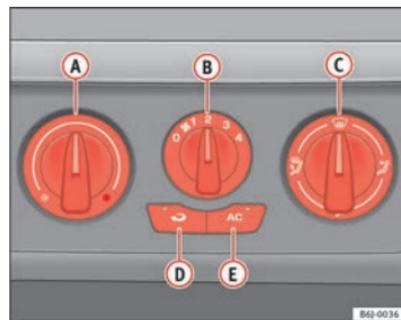

Fig. 90 Comandos do Ar Condicionado no painel de instrumentos
- Desligue o ar condicionado com o botão ⇒ fig. 90 [AC] (apague o aviso luminoso do botão).
No modo de recirculação do ar \Rightarrow página 126, fig. 90  (acende-se um aviso no botão) evita-se a entrada de cheiros fortes no habitáculo, como os que são frequentes por exemplo na travessia de um túnel ou num engarrafamento.